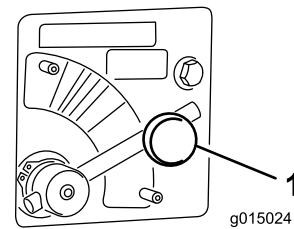

Figura 45
1. Allentate la manopola che fissa la leva della valvola dello spargitore (**Figura 45**).
2. Ruotate la leva della valvola dello spargitore (**Figura 45**) sul colore desiderato (giallo per questo esempio).
1. Spostate la leva della valvola dello spargitore sulla sezione **Blu** (VELOCITÀ MAX) (**Figura 45**). La leva ruotata completamente in senso orario dovrà essere in posizione orizzontale.